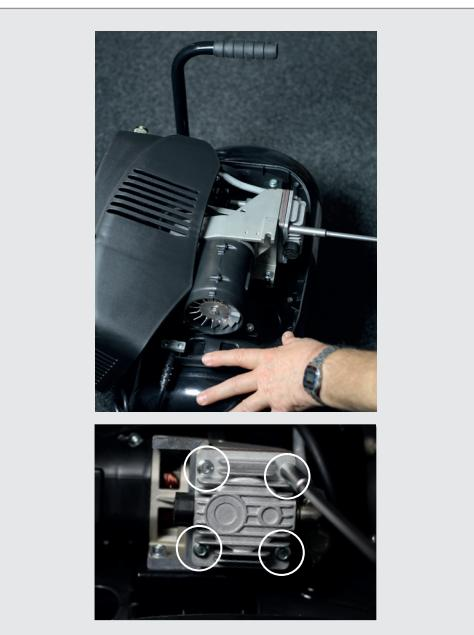

Abb. 3c: Muttern festziehen
3. Ziehen Sie die vier markierten Muttern **ganz vorsichtig** mit einem Schraubenschlüssel fest. (Siehe Abb. 3c)